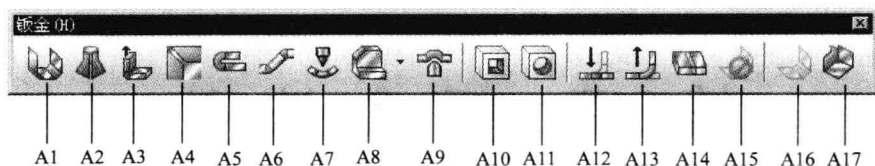

图 1.2.3 “钣金(H)” 工具栏
工具栏中的命令按钮为快速进入命令及设置工作环境提供了极大的方便，用户可以根据具体情况定制工具栏。在工具栏处右击，在系统弹出的快捷菜单中确认  钣金(B) 选项被激活（ 钣金(B) 前的  按钮被按下），“钣金(H)”工具栏（图 1.2.3）显示在工具栏按钮区。